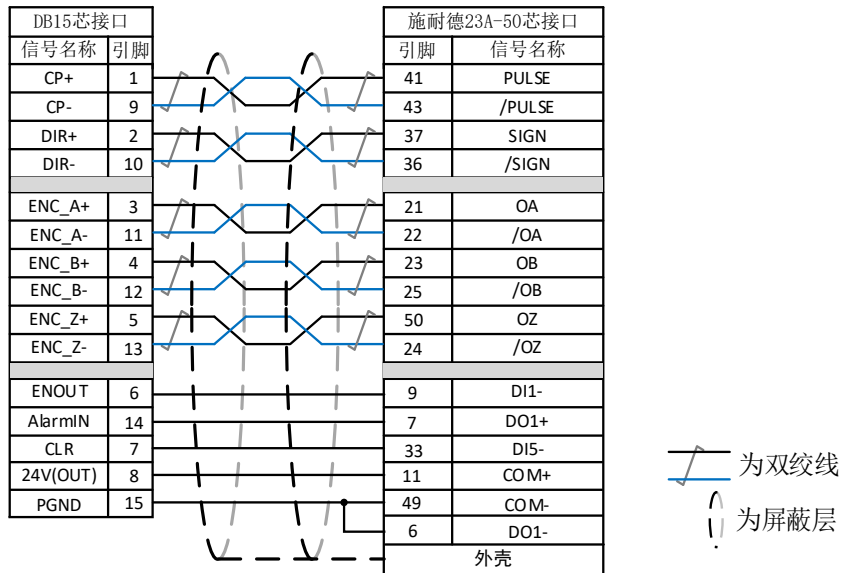
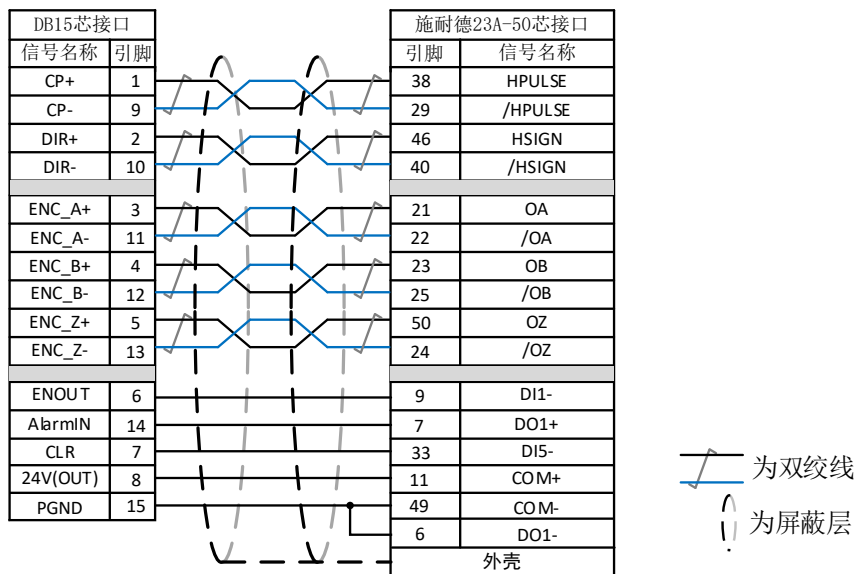

图 2.10 施耐德 23A 低速脉冲接线示意图
图 2.11 施耐德 23A 高速脉冲接线示意图
2.1.3.6 施耐德 23D 接线如图 2.10 和图 2.11 所示